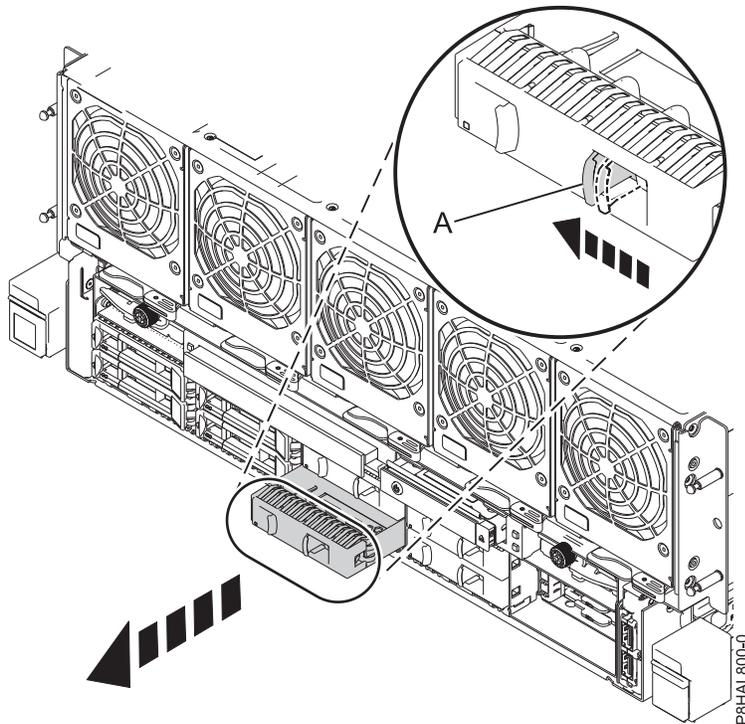

Figure 2. Retrait d'un obturateur d'unité de disque d'un système 8408-44E ou 8408-E8E
- a. Appuyez sur le verrou (A) situé sur la poignée de l'obturateur dans la direction indiquée à la figure 2, à la page 5.